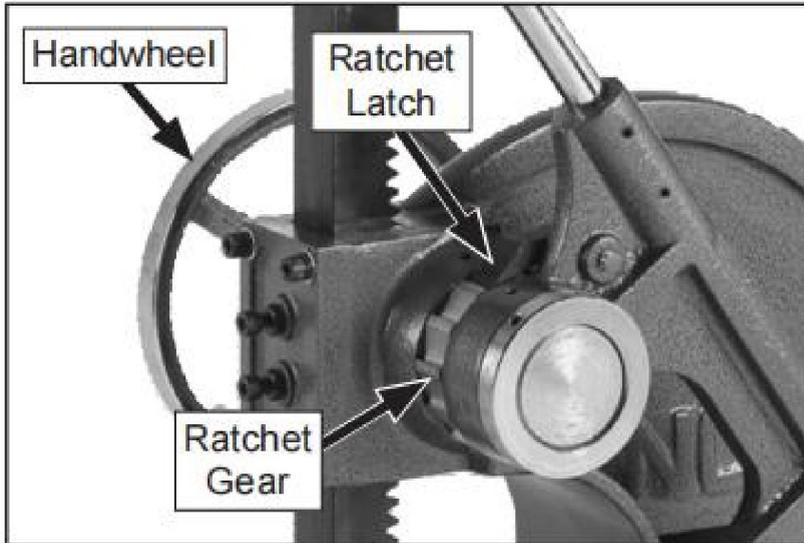

Figure 9. Ratchet latch components.
3. Utilisez la poignée pour déplacer le vérin vers le bas plusieurs fois pour vérifier le réglage, puis soulevez le loquet à cliquet (voir la figure 9) et soulevez le vérin vers le haut à l'aide d'un volant. Si
1. Pour abaisser le vérin, engagez le cliquet pour le verrouiller avec l'engrenage à cliquet, comme indiqué dans Figure 9.